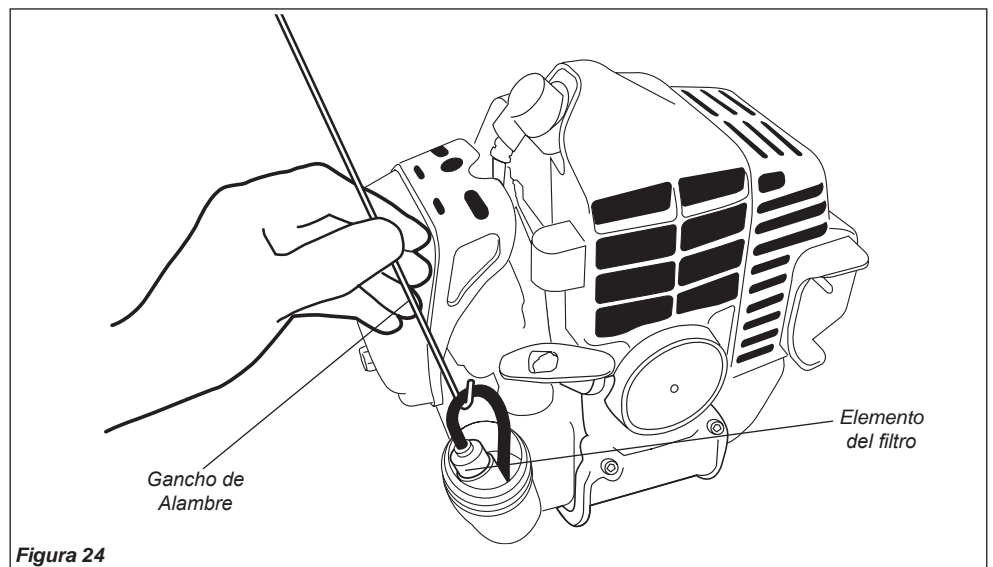

Figura 24
- Use un gancho de alambre para extraer el filtro de combustible del tanque de combustible. Consulte la figura 24.